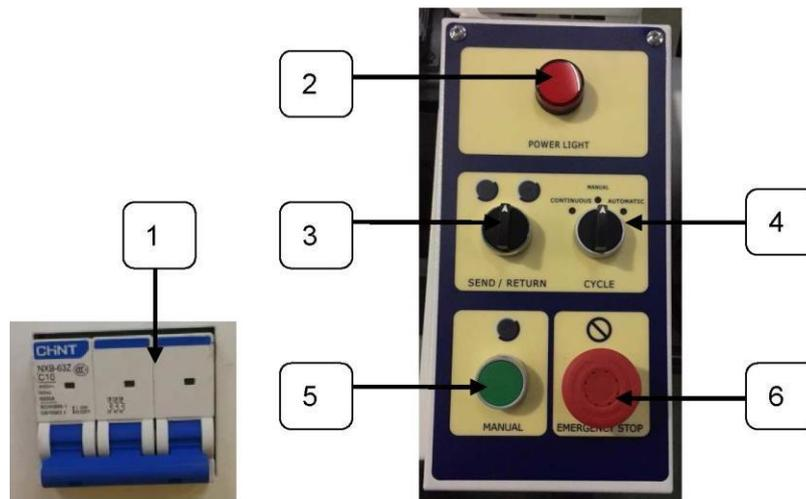

Рис. 20
1) Включите воздушный выключатель, как показано на Рис. 20, и индикатор питания засветится.
Как показано на Рис. 20, кнопка 4 ЦИКЛ - это кнопка выбора режима обвязки, выбирает включение из трех режимов: НЕПРЕРЫВНЫЙ, РУЧНОЙ и АВТОМАТИЧЕСКИЙ.
Как показано на Рис. 20: